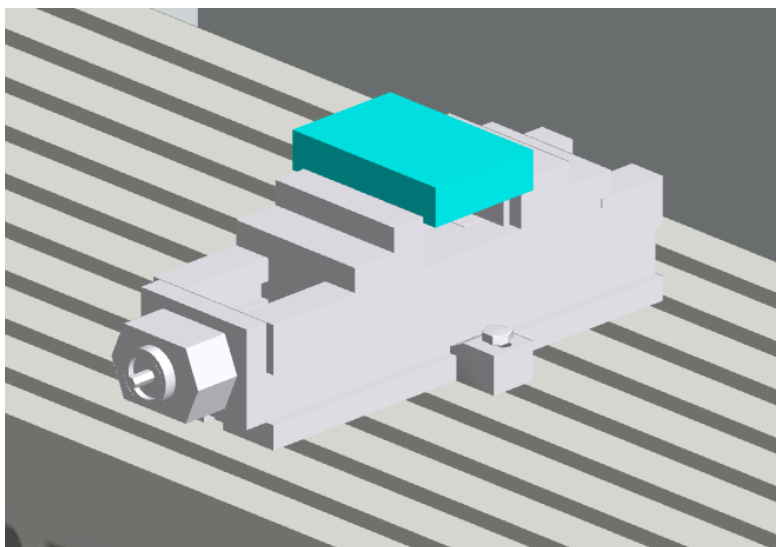

图 1 正确安装工装体（示例）
- (1) 基于零件图纸（可参考往届零件图纸），选手自行设计毛坯尺寸，采用 CAD 软件完成毛坯实体的 3D 建模，文件以“组号-序号-毛坯”命名并导出为 STL 格式。
- (2) 依据设计的毛坯实体，参照附件文件（文件名：Clamp），选手进行平口钳的设计，采用 CAD 软件完成平口钳各零件 3D 建模和总装，文件以各零件中文名称命名并导出为 STL 格式。依据各零件的 3D 模型生成二维零件图（包含必要的视图表达、完整的尺寸标注等），文件以各零件中文名称并导出为 PDF 格式。部分零件设计要求见正式赛题。
- (3) 依据 ISO 7388-1 标准，参照附件文件（文件名：Toolholder），选手进行铣刀刀柄的设计，采用 CAD 软件完成刀柄的 3D 建模，文件以“组号-序号-刀柄”命名并导出为 STL 格式。生成二维零件图（包含必要的视图表达、完整的尺寸标注等），文件以“组号-序号-刀柄”命名并导出为 PDF 格式。
- (4) 选手把自行设计的毛坯、平口钳和刀柄 STL 文件拷贝到 CMVM 指定文件夹下（**CMVM 软件中以 Memory Card 形式打开，把 STL 文件拷贝在 user/sinumerik/3d 文件夹中**）。
- (5) 在 CMVM 软件中，选手完成工装的新建，导入自行设计的毛坯和平口钳，实现毛坯和平口钳的组装，并正确安装在机床的工作台上，示意图如图 1 所示。